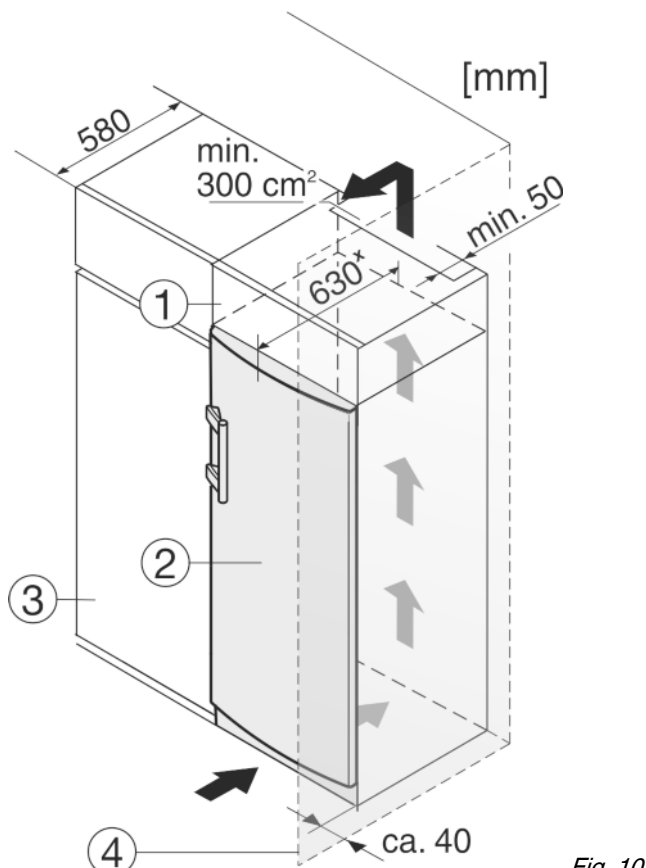

Fig. 10
- (1) Nastavná skříňka
- (2) Přístroj
- (3) Kuchyňská skříň
- (4) Stěna
Přístroj lze zabudovat do kuchyňských skříní. K vyrovnání přístroje Fig. 10 (2) na výšku kuchyňské linky lze na přístroj nasadit nástavec Fig. 10 (1).
Při montáži do kuchyňských skříní (hloubka max. 580 mm) lze přístroj instalovat hned vedle kuchyňské skříně Fig. 10 (3). Přístroj přesahuje přední stěnu kuchyňské skříně na stranách o 34 mm * a uprostřed o 50 mm *.
Když se přístroj instaluje závěsy vedle stěny Fig. 10 (4), musí být vzdálenost přístroje od stěny alespoň 40 mm. To odpovídá přesahu madla při otevřených dveřích.